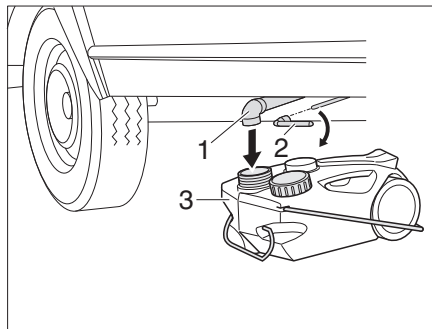

Fig. 140 Serbatoio delle acque grigie sottopavimento
- Collocare il serbatoio delle acque grigie mobile (Fig. 140,3) sotto il sistema di tubi delle acque grigie (Fig. 140,1).
- Applicare la chiave a tubo (Fig. 140,2) sul perno quadro.